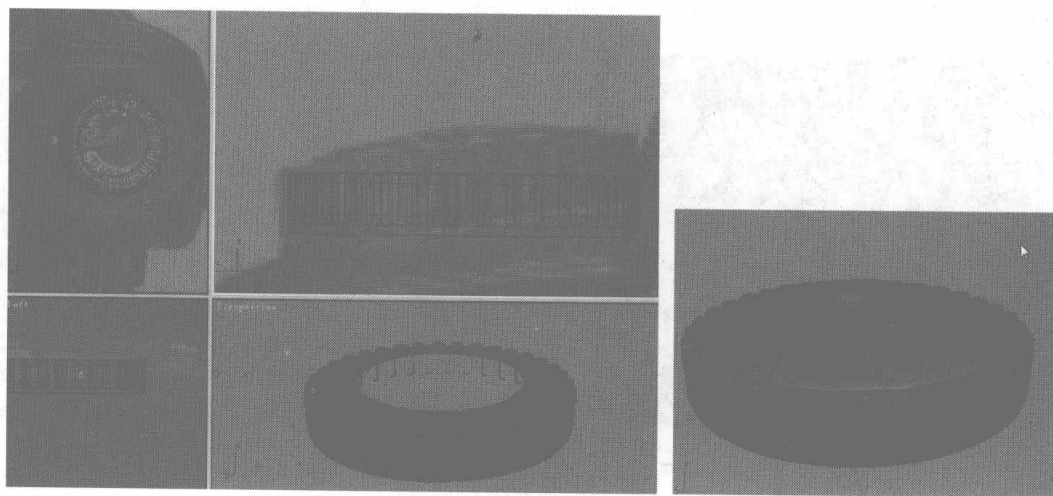

图 6.286
- 06** 在 Left 视图中继续为此物体添加两条细分线，并进行调整，然后再利用曲线为该转盘上制作一个圆形盖，效果如图 6.286 所示。